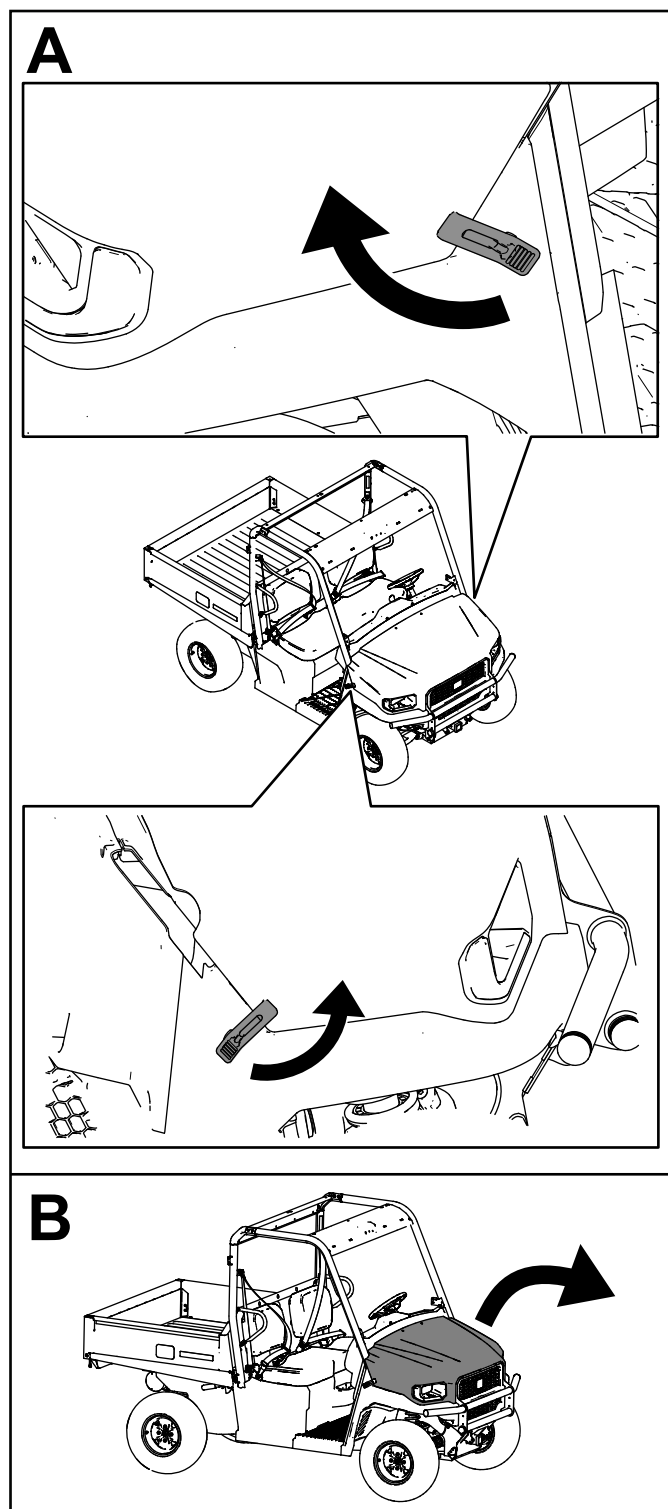

Figure 53
2. Fixez le capot en alignant les loquets en caoutchouc sur les ancrages de verrouillage de chaque côté du capot (Figure 53).